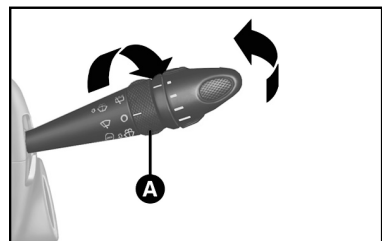

fig. 58
Limpador/lavador do vidro traseiro - Marea Weekend - fig. 58
1) Girar o anel **A** (fig. 58) da posição **O** para a posição : funcionamento intermitente;